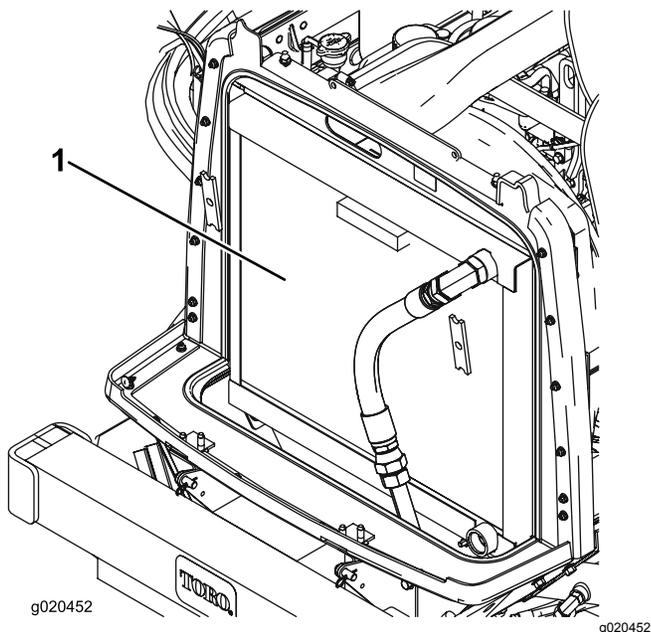

Рисунок 66
2. Тщательно очистите сжатым воздухом обе стороны области радиатора/маслоохладителя (Рисунок 66). Начните спереди и сдувайте мусор к задней стороне машины. Затем произведите очистку сзади в направлении передней стороны. Повторите процедуру несколько раз до полного удаления сечки и мусора.